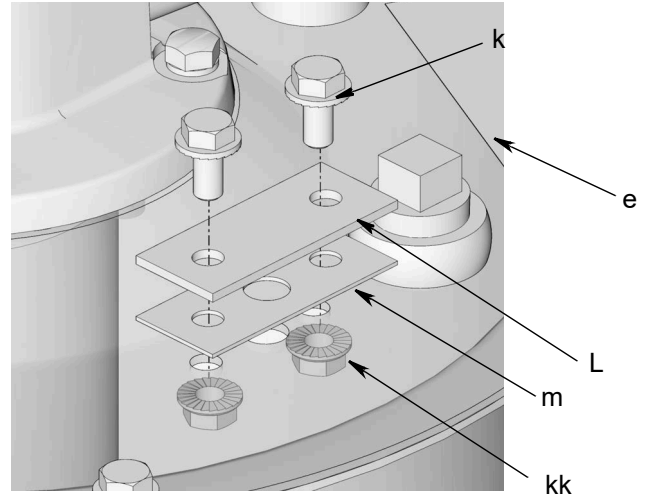

図 7
3. ネジ (k) とナット (kk) をアクセサリカバープレート (l) から取り外します [ポンプリザーバーカバーに取り付けられている (e)] (図 7)。プレートとガスケット (m) を取り外します。ネジ、ナット、プレート、ガスケットは使わないので、廃棄します。